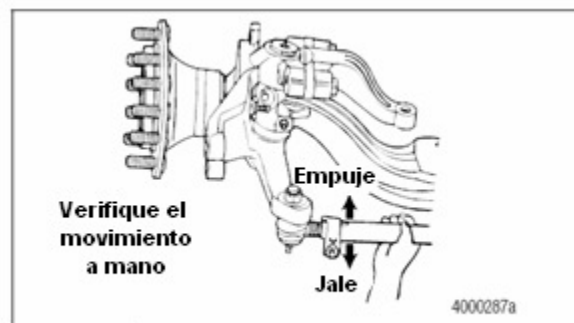

Figura 6.23
10. Aplique presión manual de aproximadamente 100 libras (45.4 kg) con un movimiento de EMPUJAR Y JALAR varias veces. Verificar si hay cualquier movimiento u holgura en ambas terminales de tracción. Figura 6.23
vehículo del servicio para reemplazar la barra de acoplamiento. Figura 6.23.